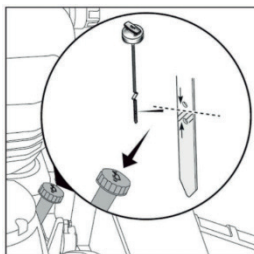

FIG.11
2. RETIRE LA VARILLA DE MEDICIÓN DE ACEITE DEL MOTOR (A, FIG.11). LIMPIE LA VARILLA, ASEGURÁNDOSE DE QUE NO HAYA ACEITE.
5. ASEGÚRESE DE QUE EL NIVEL DE ACEITE ESTÉ CERCA DE LA MITAD DE LA MARCA DE LLENO DE LA VARILLA (FIG. 11).
7. SI EL NIVEL DE ACEITE ES BAJO, AÑADA ACEITE EN EL TUBO DE LLENADO DE ACEITE. (FIG. 11)